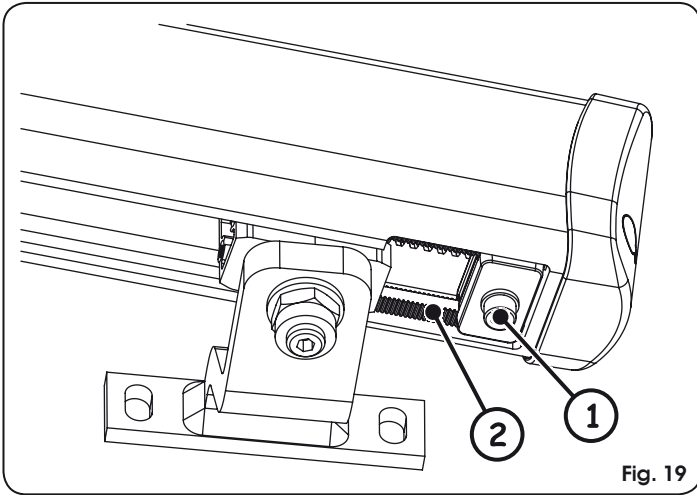

Fig. 19
**⚠ L'arrêt mécanique travaille accouplé à un secteur denté, Fig. 19 réf. ②; en cas d'empêchements durant l'actionnement, s'assurer que l'accouplement est libre. NE PAS FORCER.**